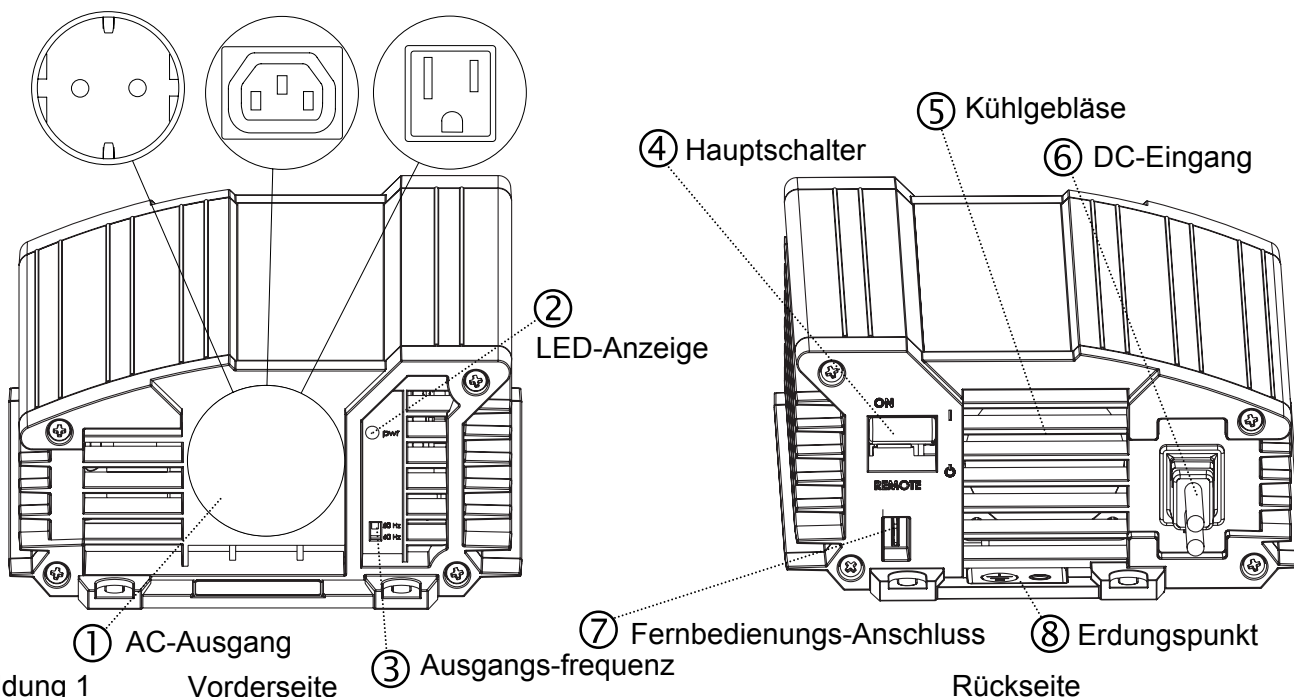

Abbildung 1
Siehe Abbildung 1. Auf der Vorderseite des AC Master befindet sich ein kleiner Schalter (3) zum Einstellen der Ausgangsfrequenz.
- Bevor Sie den AC Master installieren, stellen Sie sicher, dass der Hauptschalter (Abbildung 1, Punkt 4) in die Position REMOTE / ⏻ (Fernbedienung / Stand-by) gestellt ist.